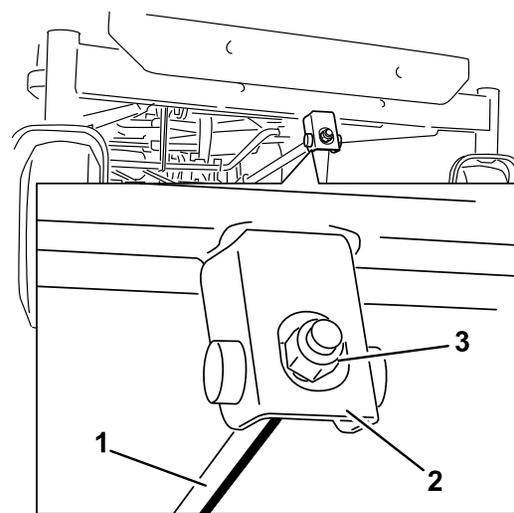

Figure 62
6. Pour régler l'inclinaison avant/arrière des lames, tournez l'écrou de réglage à l'avant du plateau de coupe (Figure 62).